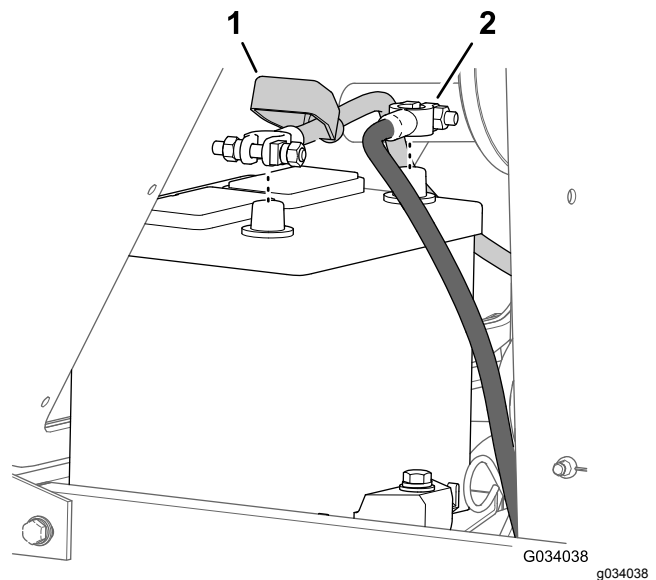

Bild 53
2. Klemmen Sie das Minuskabel (-) vom Batteriepol ab (Bild 53).
3. Schieben Sie die Isolationsschutzhülse von der Kabelklemme der Batterie weg (Bild 53).
4. Klemmen Sie das Pluskabel (+) vom Batteriepol ab (Bild 53).
7. Schließen Sie die Batteriekabel wieder an, Pluskabel (+) am Pluspol der Batterie (Bild 53).
8. Schließen Sie das Minuskabel (-) am Minuspol der Batterie an (Bild 53).